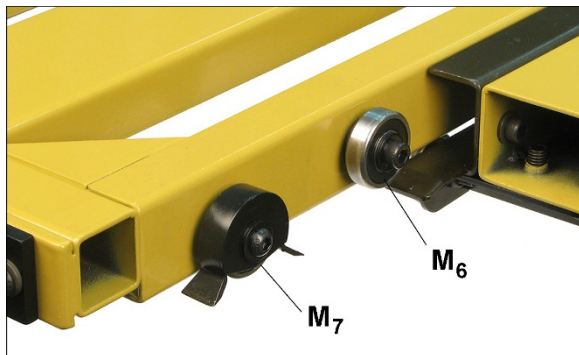

Рисунок 7-18
12. Отрегулируйте передний подшипник (М6, рисунок 7-18) аналогичным образом до касания с внутренней направляющей.
13. При необходимости отрегулируйте подшипники со скребками (М7, рисунок 7-18) спереди и сзади так, чтобы скребки слегка касались внутренней поверхности швеллера направляющей.